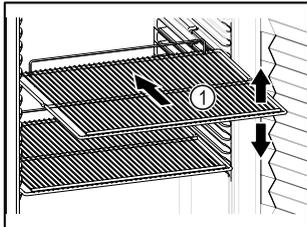

Fig. 64 Immagine a titolo di esempio
- Se è possibile spostare i ripiani Fig. 64 (1), regolarli in altezza.